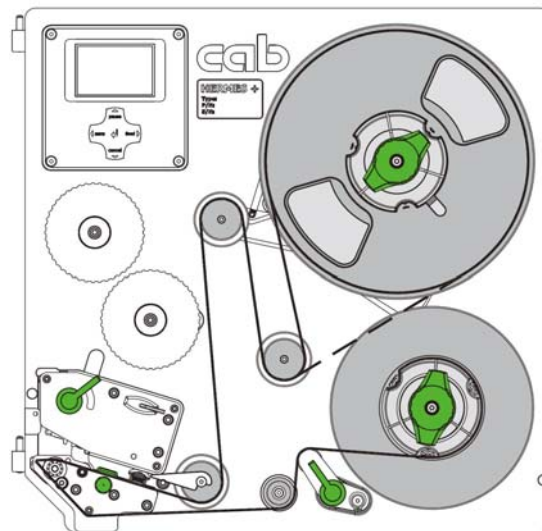

图8. 标签纸卷安装路径
4. 依照图8的路径，将标签纸（6）安装于印字头打印模块里；